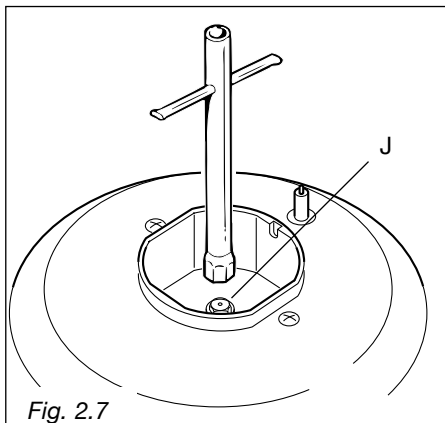

Fig. 2.7
- ✓ En vous servant d'une clef, remplacez les busettes « J » (fig. 2.7, 2.8) avec celles les plus appropriées pour le type de gaz à utiliser.